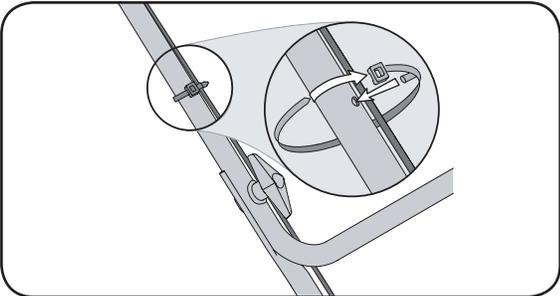

Figure 5
5. Entoncez les taquets des attache-câbles dans les trous aménagés dans le guidon inférieur. Serrez l'attache-câble et coupez le surplus. Voir la Figure 5.